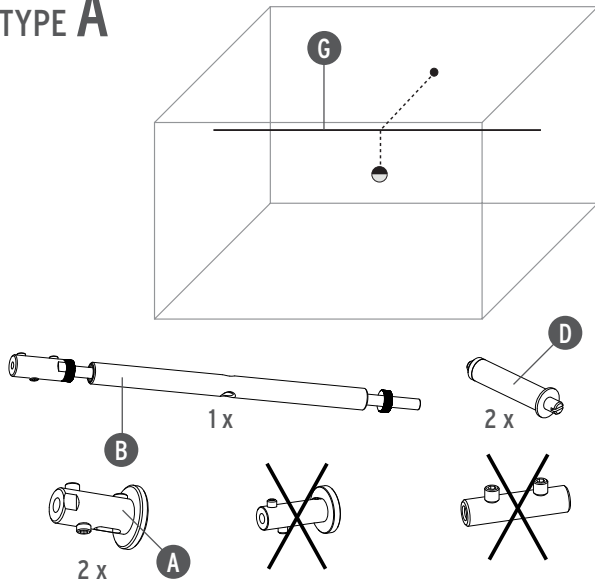

Fig. 1A
Fig.1A Disassemblare l'attacco a parete (A) dal tenditore (B) svitando i grani (C) con la chiave fornita in dotazione. Fig.2A Effettuare i fori nelle pareti quindi inserire i due tasselli ad espansione (D) forniti in dotazione; avvitare gli attacchi a parete (A) ai tasselli inseriti nelle pareti bloccandoli avvitando i grani (E). Fig.3A Allentare il tenditore (B) svitando i perni filettati (F) fino al limite del filetto quindi riavvitare il tenditore ad uno degli attacchi a parete (A) fino a fine corsa bloccandolo avvitando i due grani (C). Fig.4A Inserire il cavo (G) attraverso il secondo attacco a parete (A) facendolo scorrere fino ad individuare la lunghezza corretta (cavo teso) quindi segnare il punto (X) in cui il cavo entra nel foro dell'attacco; Tagliare il cavo 10/15mm oltre il punto (X) individuato quindi sguainare questa parte di cavo in modo da lasciare scoperta l'anima metallica (H) del cavo. Inserire la parte metallica nell'attacco a parete quindi bloccare il cavo serrando i grani (C). Fig.5A Inserire un cacciavite nel foro (I) del tenditore (B) quindi girare in senso orario fino a raggiungere la sufficiente tensione del cavo; serrare i dadi (L) fino a portarli in battuta con la parte centrale del tenditore come indicato in figura.
Fig.1A Disassemble the wall bracket (A) from the tensioner (B) by loosening the grub screws (C) with the key supplied. Fig.2A Drill holes in the walls and then insert the two wall plugs (D) supplied; Screw the wall mounts (A) to the wallplugs by screwing the grub screws (E). Fig.3A Loosen the tensioner (B) by unscrewing the set screws (F) up to the thread limit then tighten the tensioner to one of the wall mounts (A) until it stops and secure by tightening the two grub screws (C). Fig.4A Insert the cable (G) through the second wall mount (A) making it slide until the correct length is found (taut cable) then mark the point (X) where the cable enters the hole of the clamp shoe; Cut the cable 10/15mm beyond the indicated point (X) then unsheathe this part of the cable so as to expose the metal core (H) of the cable. Insert the metal part into the wall mount and then secure the cable by tightening the grub screws (C). Fig.5A Insert a screwdriver into the hole (I) of the tensioner (B) and turn clockwise until you reach the adequate cable tension; tighten the nuts (L) to bring them into abutment with the central part of the tensioner as shown in the figure.
Abb.1A Durch Lösen der Stifte (C) mit dem beiliegenden Schraubenzieher die Wandbefestigung (A) von der Spannvorrichtung (B) ausbauen. Abb.2A Die Wände bebohren, dann die beiden beigegepackten Spreizdübel (D) einsetzen; die Wandbefestigungen (A) in die in die Wände eingetriebenen Dübel einschrauben und die Stifte (E) einschrauben. Abb.3A Die Spannvorrichtung (B) durch Ausschrauben der Gewindebolzen (F) bis zum Ende des Gewindes lockern, dann die Spannvorrichtung an einer der Wandbefestigungen (A) wieder bis zum Endanschlag einschrauben und durch Einschrauben der beiden Stifte (C) arretieren. Abb.4A Das Kabel (G) durch die zweite Wandbefestigung (A) einziehen und bis zur richtigen Länge (gespanntes Kabel) gleiten lassen, dann den Punkt (X) markieren, an dem das Kabel in die Bohrung der Befestigung eintritt; Das Kabel 10/15mm über dem gefundenen Punkt (X) abschneiden, dann dieses Kabelteil abziehen, sodass der Metallkern (H) des Kabels freiliegt. Den Metallteil in die Wandbefestigung einziehen und dann das Kabel durch Festziehen der Stifte (C) arretieren. Abb.5A Einen Schraubenzieher in die Öffnung (I) der Spannvorrichtung (B) einsetzen, dann im Uhrzeigersinn drehen bis das Kabel ausreichend gespannt ist; die Muttern (L) festziehen, bis sie den Mittelteil der Spannvorrichtung berühren, wie aus der Abbildung ersichtlich.
Fig.1A Séparer l'attache murale (A) du tendeur (B) en dévissant les vis sans tête (C) à l'aide de la clé fournie. Fig.2A Faire les trous dans les murs puis insérer les deux chevilles à expansion (D) fournies; visser les attaches murales (A) aux chevilles insérées dans les murs en vissant les vis sans tête (E). Fig.3A Desserrer le tendeur (B) en dévissant les tiges filetées (F) à fond puis revisser le tendeur à l'une des attaches murales (A) jusqu'au bout et le bloquer en vissant les deux vis sans tête (C). Fig.4A Insérer le câble (G) à travers la deuxième attache murale (A) en le faisant coulisser jusqu'à obtenir la bonne longueur (câble tendu) puis marquer le point (X) par lequel le câble entre dans le trou de l'attache; Couper le câble 10/15mm après le point (X) marqué puis dénuder cette partie du câble de manière à faire apparaître l'âme métallique (H) du câble. Insérer la partie métallique dans l'attache murale puis bloquer le câble en serrant les vis sans tête (C). Fig.5A Insérer un tournevis dans le trou (I) du tendeur (B) puis tourner dans le sens des aiguilles d'une montre jusqu'à obtenir une tension suffisante du câble; serrer les écrous (L) jusqu'à leur blocage avec la partie centrale du tendeur, comme indiqué sur le schéma.
Fig.1A Desmontar o suporte de parede (A) do tensor (B) desapertando os parafusos sem cabeça (C) com a chave fornecida. Fig.2A Realizar a furação na parede e introduzir as duas buchas de expansão (D) fornecidas. Apertar os suportes de parede (A) às buchas introduzidas na parede, apertando os parafusos sem cabeça (E). Fig.3A Desapertar o tensor (B) desapertando os pernos roscados (F) até ao limite da rosca e voltar a apertar o tensor a um dos suportes de parede (A) até ao batente, bloqueando-o apertando os dois parafusos sem cabeça (C). Fig.4A Introduzir o cabo (G) através do segundo suporte de parede (A), fazendo-o deslizar até definir o comprimento correcto (cabo esticado), em seguida, assinalar o ponto (X) no qual o cabo entra no orifício do suporte. Cortar o cabo 10/15 mm para além do ponto (X) identificado e retirar a bainha desta parte do cabo de forma a deixar descoberta a alma metálica (H) do cabo. Introduzir a parte metálica no suporte de parede e bloquear o cabo apertando os parafusos sem cabeça (C). Fig.5A Introduzir uma chave de fendas no orifício (I) do tensor (B) e rodar para a direita até o cabo ficar suficientemente tenso; apertar as porcas (L) até chegarem à parte central do tensor, como indicado na figura.